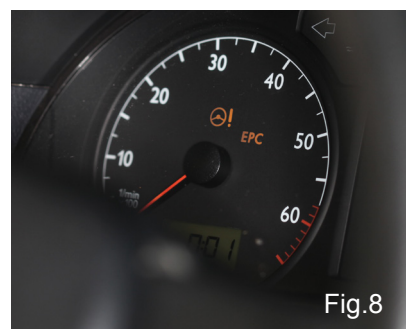

Fig.8
11. Avviare il motore. Le spie di controllo per sistema di guida e controllo della stabilità del veicolo (Fig. 8) devono spegnersi.